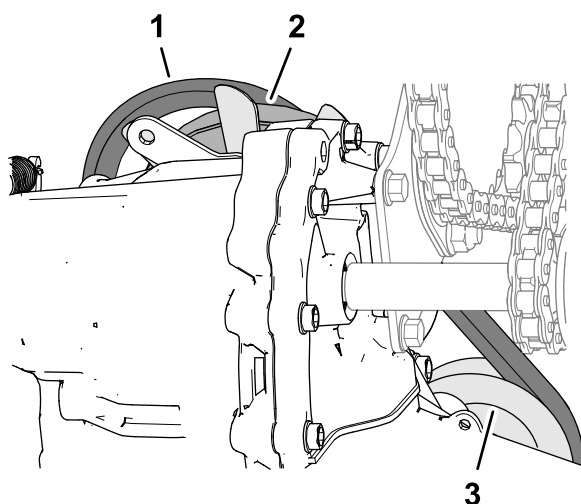

Figure 64
- Chaussez la courroie sur la poulie de la boîte-pont (Figure 64).